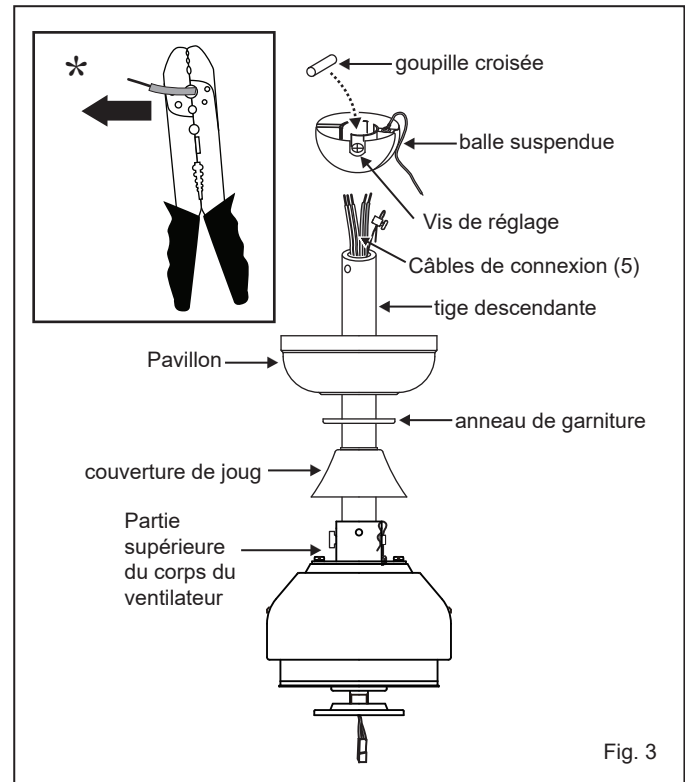

Fig. 3
- 6 Glissez le couvercle de l'étrier, l'anneau de garniture et le pavillon sur la tige de suspension. (Fig.3)